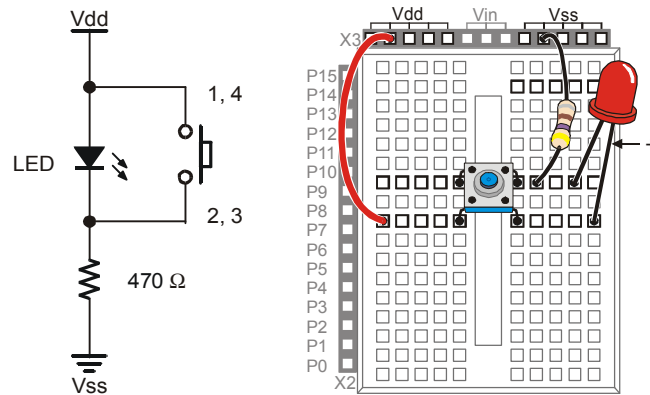

Figura 3-5
La Figura 3-5 mostra un circuito diverso che causerà il diverso comportamento del LED. Quando il tasto non è premuto, il LED è acceso. Quando si preme il tasto, il LED si spegne. La ragione per cui il LED si spegne quando il tasto è premuto è perché la corrente segue sempre il percorso che offre la minore resistenza. Quando il tasto viene premuto, i terminali 1,4 e 2,3, praticamente non hanno resistenza tra di loro, così tutta la corrente passa attraverso il tasto (corto circuito) invece che nel LED.
- √ Costruite il circuito mostrato in Figura 3-5.